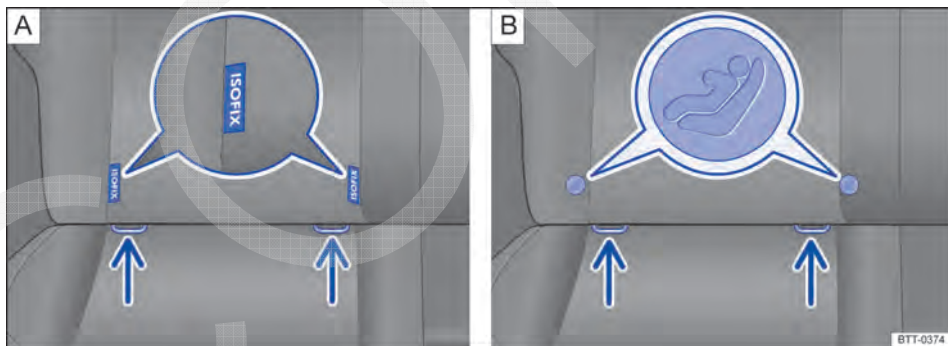

Fig. 81 No banco do veículo: variantes de identificação dos pontos de ancoragem inferiores para cadeiras de criança.
- Encaixar a cadeira de criança nos olhais de retenção ⇒ Fig. 81 na direção da seta. A cadeira de criança deve engatar de forma segura e audível.
- Colocar a cadeira de criança sobre a superfície do banco e enganchar os ganchos dos cintos de fixação nos olhais de retenção ⇒ Fig. 81.